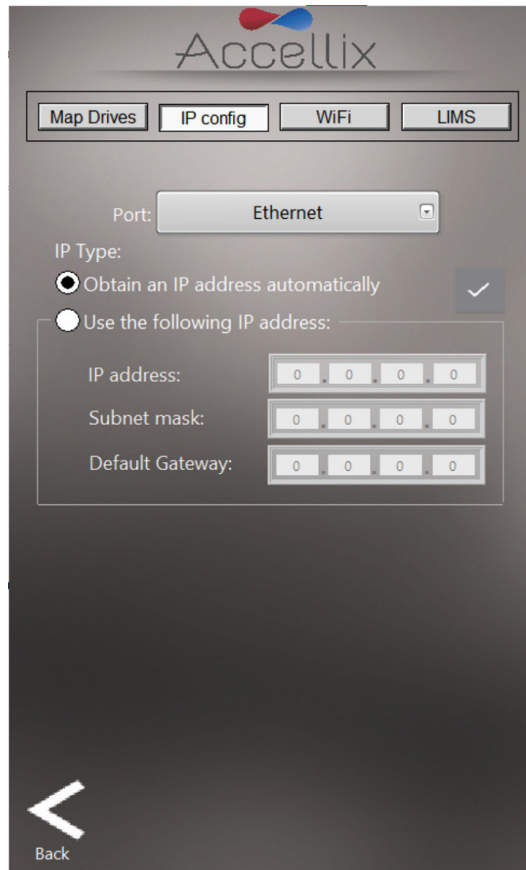

Abbildung 25: Netzworlbildschirm: Registerkarte „IP config“ (IP-Konfiguration)
2. Über die Registerkarte „IP config“ (IP-Konfiguration) (Abbildung 25) kann die TCP-/IP-Adresse der beiden Ethernet-Schnittstellen des Accellix-Geräts dynamisch oder mit einer statischen IP-Adresse konfiguriert werden.